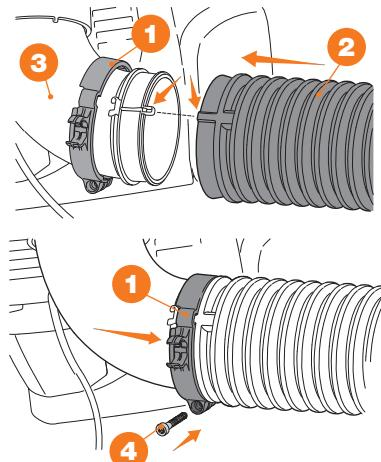

Рис. 1
- Наденьте зажим (с держателем для троса дроссельной заслонки) ① на угловую часть трубы выдувания ③ (рис. 1).
- Вставьте гибкий шланг ② в угловую часть трубы выдувания ③.
- Наденьте зажим ① на присоединенный гибкий шланг ②, расположив его резьбовым креплением вниз.
- Закрепите зажим с помощью крепежных элементов ④.